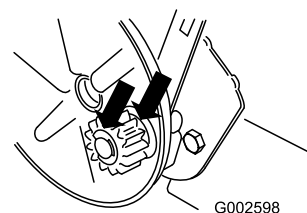

Figure 32
2. Aplique aceite lubricante al interior y al exterior de los engranajes (ver Figure 32).